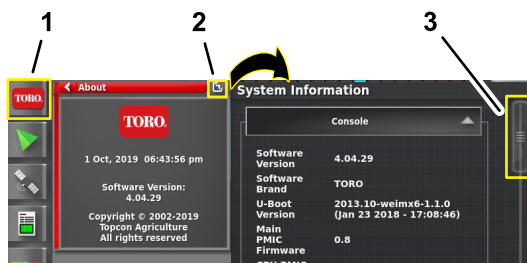

Figura 207
1. Pulse el icono INFORMACIÓN GENERAL y luego deslice el dedo sobre el icono PANTALLA COMPLETA en la esquina superior derecha de la ventana de información del sistema (Figura 207).